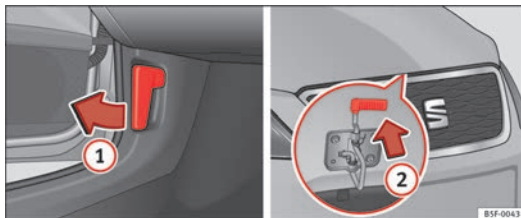

Abb. 112 Entriegelungshebel im Fußraum des Fahrers und Nocke unter der Haube
- Ziehen Sie den Hebel unterhalb der Instrumententafel in Pfeilrichtung ① ⇒ Abb. 112.
⇒ Abb. 112 ②. Dabei wird der Fanghaken entriegelt.